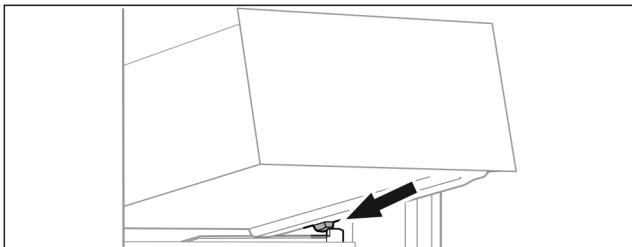

Fig. 85
- ▶ Schubfach schräg hinter den Stopperr auf Behälterrippe aufsetzen. (siehe Fig. 85)